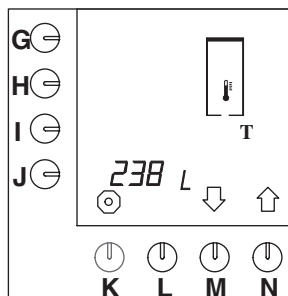

Fig. 29 Tellefunksjon for total vannmengde
- Totaltelleren vises på displayet. Den totale mengde varmt vann, som er produsert i løpet av maskinens levetid, kan avleses fra displayet (fig. 29).